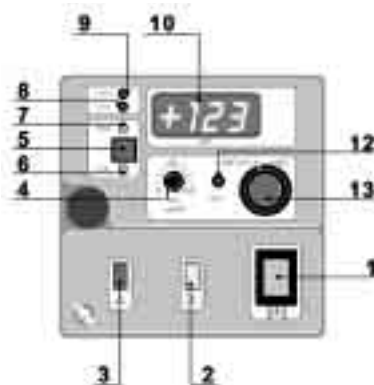

Fig. 29
11.4 - PB-RX PUMP CONTROLS (Fig. 29)